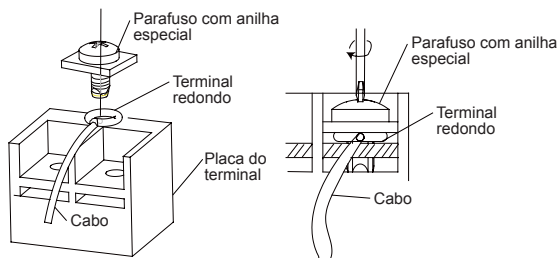

Fig. 37
- 4). Posicione o cabo de terminal redondo e volte a colocar e a apertar o parafuso do terminal com uma chave de fendas (Fig. 37).